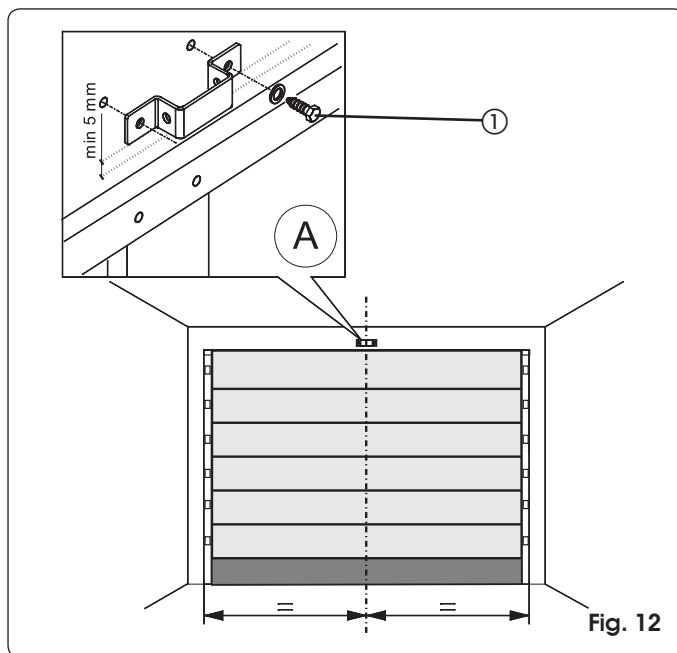

Fig. 12
- 1) Trace en el dintel una línea correspondiente a la línea media vertical de la puerta (Fig. 12).
- 3) Coloque la brida de fijación del empalme anterior de modo que el borde inferior esté por lo menos 5 mm por encima del punto de intersección de las líneas y centrado con la línea vertical (Fig. 12). Consulte también el párrafo 7.2. para el correcto posicionamiento de la brida respecto al punto de empalme en la puerta.
- 5) Proceda al taladrado y al montaje por medio de los tornillos (ref. ① Fig. 12) **NO** suministrados en dotación.